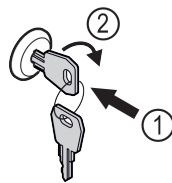

Fig. 110
- ▶ Zatlačte kľúč Fig. 110 (1).
- ▶ Otočte kľúč o 90° v smere hodinových ručičiek Fig. 110 (2).